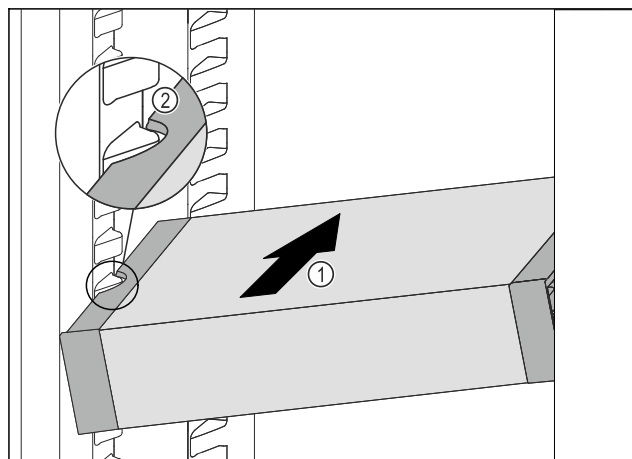

Fig. 99
- VarioSafe skjuts in snett i kyldelen Fig. 99 (1), tills sidofördjupningarna Fig. 99 (2) hos VarioSafe är i samma nivå som behållarlisterna i kyldelen.